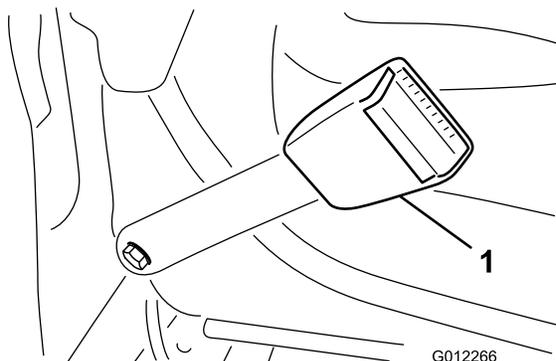

Рисунок 6
1. Установите конец каждой половины ремня в отверстия спинки сиденья при помощи 2 болтов (7/16 x 1 дюйм), плоских шайб (7/16 дюйма) и стопорных шайб (7/16 дюйма) (Рисунок 6).